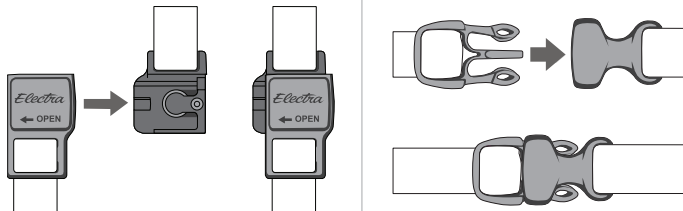

Figura 10. Fibbia del sottogola non allacciata e fibbia allacciata
2. Collegare la fibbia sulla destra alla fibbia a sinistra (Figura 10).